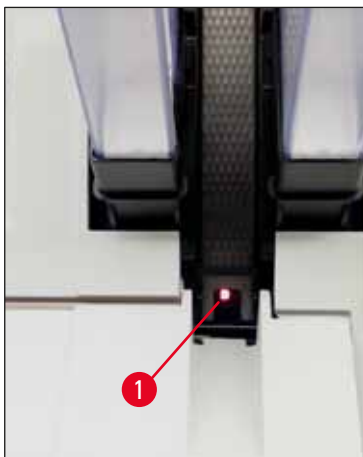

Fig. 48
- Station de prélèvement (→ "Fig. 48")